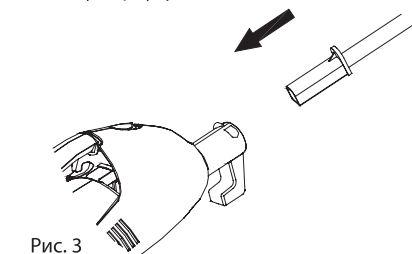

Рис. 3
2. Присоедините телескопическую ручку к базовому корпусу (Рис. 3).